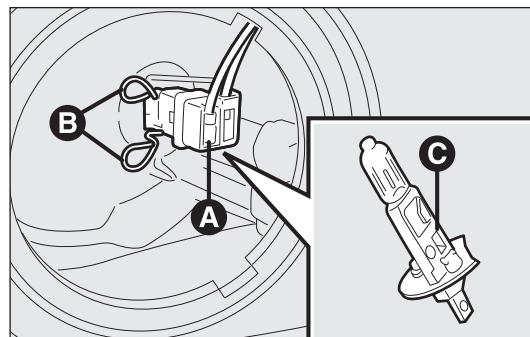

fig. 182
- ☐ débrancher le connecteur électrique C-fig. 182;